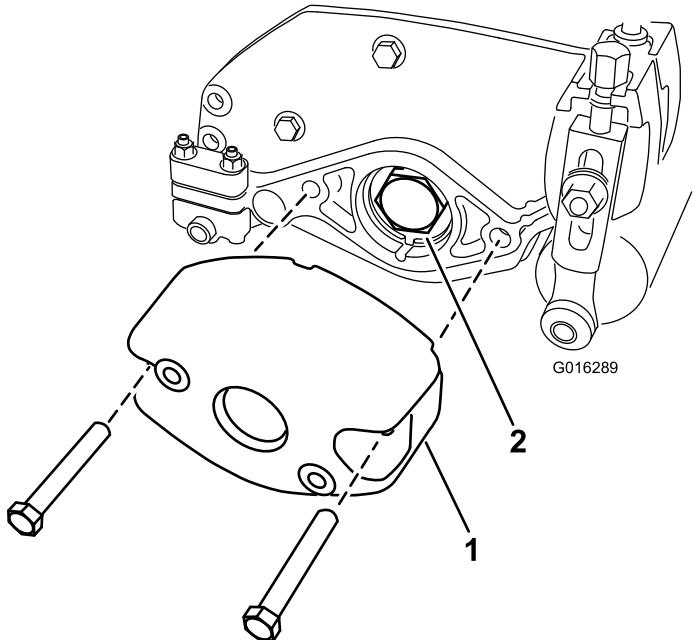

Bild 2
5. Nehmen Sie die zwei Schrauben und Muttern ab, mit denen das Gegengewicht rechts hinten an der Schneideeinheit befestigt ist. Entfernen Sie das Gegengewicht (Bild 2).
6. Nehmen Sie die Lagermutter von der Spindelwelle ab (Bild 2).